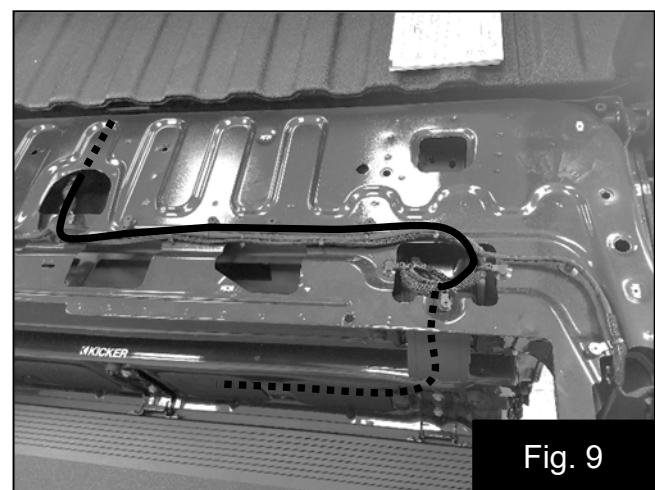

Fig. 9
15. Continuez à acheminer le faisceau de l'amplificateur le long du faisceau d'usine jusqu'au dessous de la caisse, près de l'arrière du connecteur de remorque. Fixez le faisceau de l'amplificateur au faisceau d'usine avec les attaches de fil fournies. Fig. 9